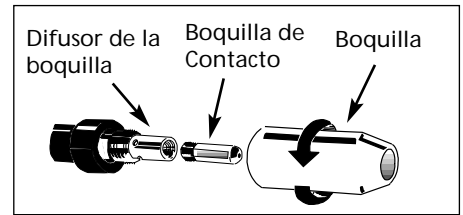

Figura 6 - Boquilla del Soplete
7. Remueva la boquilla girándola en el sentido de las manillas del reloj cuando se tira de ella hacia afuera. Luego desenrosque la punta de contacto desde el extremo del soplete. (Vea la Figura 6). Enchufe la soldadora en el receptáculo de abastecimiento de energía correcto.
9. Cuidadosamente deslice la punta de contacto sobre el alambre y atorníllela en el extremo del soplete. (Vea la Figura 6). Instale la boquilla girándola en el sentido de las manillas del reloj y empújela. Corte el alambre a aproximadamente 1/4 de pulgada de la boquilla.